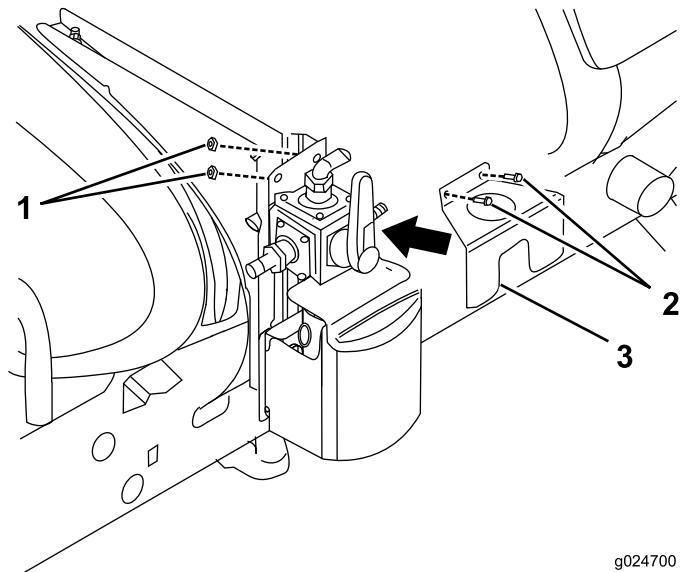

図 17
4. バルブマウント・アセンブリにフェースプレート・ブラケットを取り付ける；フランジボルト(2本)とフランジナット(2個)を使用する(図 17)。